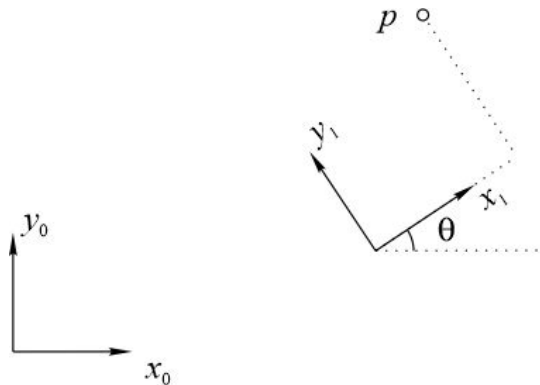

Figure 1: Deux repères dans un plan.
1. Soit p un point avec les coordonnées $(5, 5)$ dans le repère x_1-y_1 de Figure 1. L'origine du repère x_1-y_1 se trouve au point $(-2, 4)$ dans le repère x_0-y_0 . L'axe x_1 fait un angle de θ avec l'axe x_0 ou $\cos \theta = \frac{4}{5}$ et $\sin \theta = \frac{3}{5}$. Trouvez les coordonnées du point dans le repère x_0-y_0 .